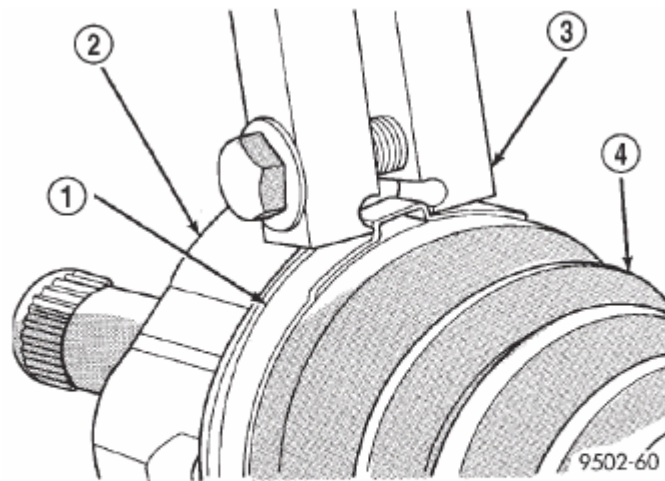

Fig. 37 Herramienta de plegado instalada en la abrazadera de la funda fuelle sellante
- Coloque la herramienta de plegado C-4975-A sobre el puente de la abrazadera (Fig. 37).